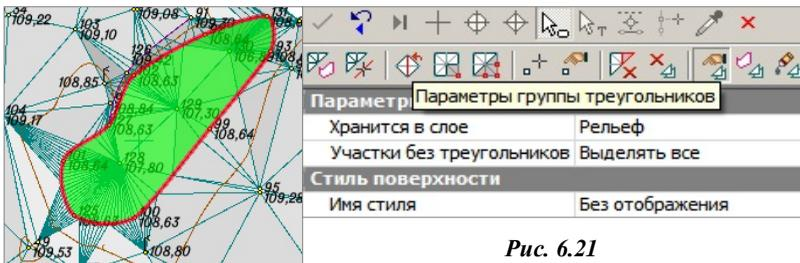

Рис. 6.21
(рис. 6.21).
- В окне параметров в строке **Стиль поверхности** установите настройку **Без отображения** и примените построение (рис. 6.21).